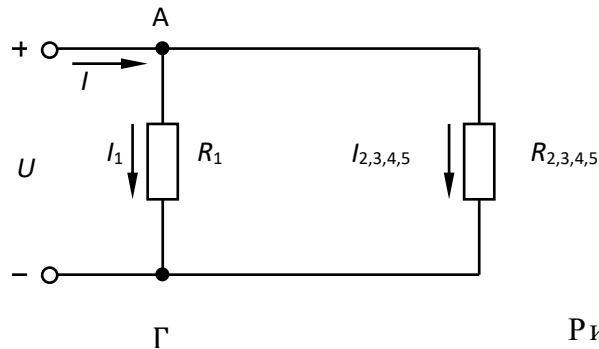

Рис. 1.5
4. На участке АГ (рис. 1.5) сопротивления R_1 и $R_{2,3,4,5}$ соединены параллельно. Определяем эквивалентное сопротивление этого участка и всей цепи